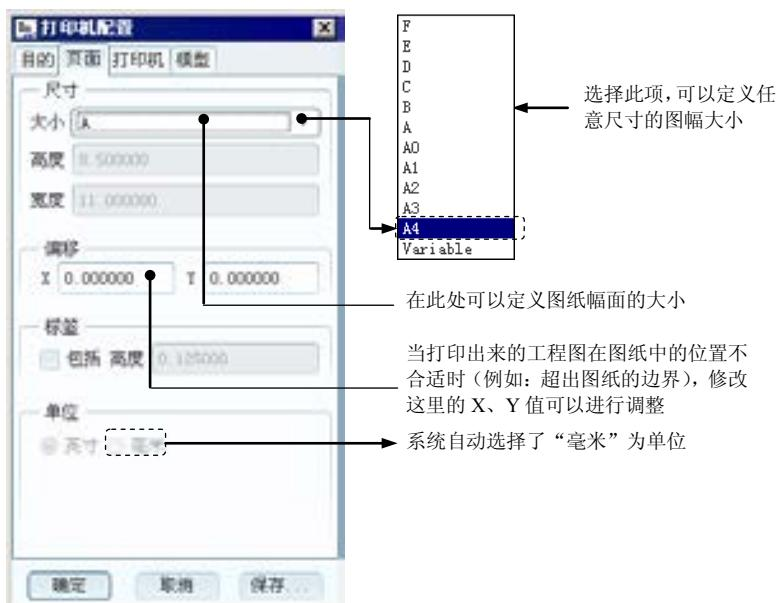

图10.9.2 “打印机配置”对话框
① **页面**选项卡。在该选项卡中, 可以定义和设置图纸的幅面、偏距值、图纸标签和图纸单位, 详见图10.9.2中的说明。在进行本例操作时, 在“尺寸”区域选择A4幅面的打印纸; 在“偏移”“标签”“单位”区域先不要进行操作, 待首次打印操作完成后, 如果发现图形在打印纸上偏移, 可在“偏移”区域输入X、Y的偏距值进行调试。